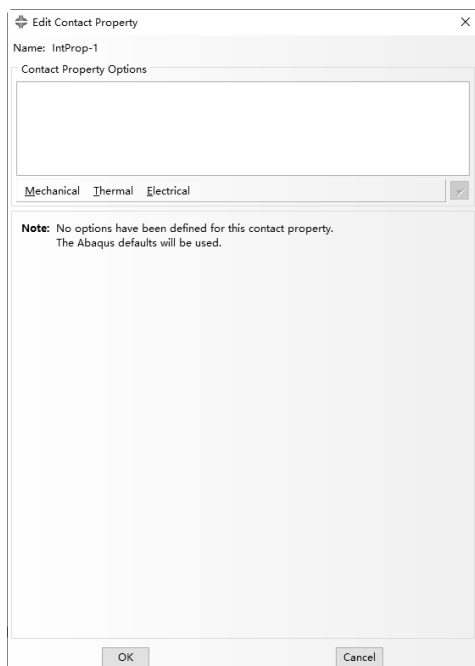

图 2-62 Edit Contact Property 对话框
- Type: 该列表用于选择相互作用属性的类型，包括接触、膜条件、声学阻抗、入射波、激励器/传感器等。在列表中选择 Contact 选项，单击 Continue 按钮，弹出 Edit Contact Property（编辑接触属性）对话框，如图 2-62 所示。